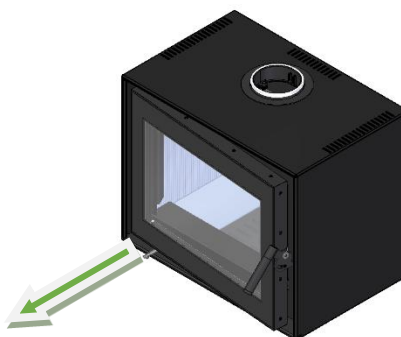

Figure 9 – Porte entrouverte et registre d'air ouvert
4. Ouvrez la commande d'entrée d'air de combustion, en laissant la porte entrouverte pour que l'allumage soit plus rapide, comme le montre la Figure 9.
5. La période d'allumage se termine lorsque la structure de l'appareil a atteint une température stationnaire. Il convient alors de fermer la porte et de régler l'arrivée d'air de combustion de manière à ce qu'il brûle lentement, comme le montre la figure 9.